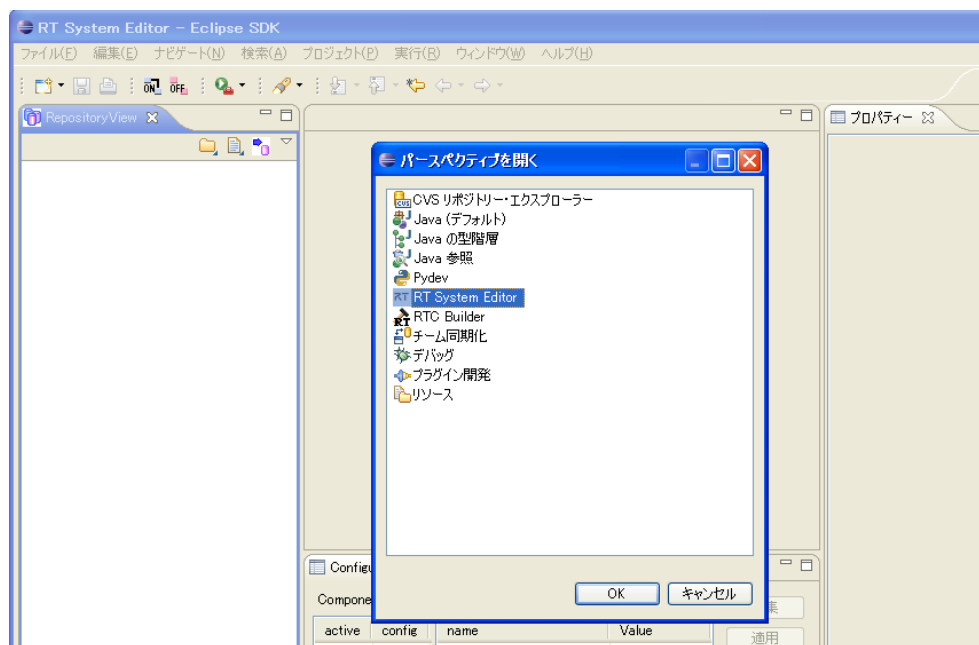

図 7 「パースペクティブを開く」ウィンドウの表示
- a) メニューバーより, 「ウィンドウ>パースペクティブを開く>その他」を選択し, 「パースペクティブを開く」ウィンドウを表示させる(図 7).